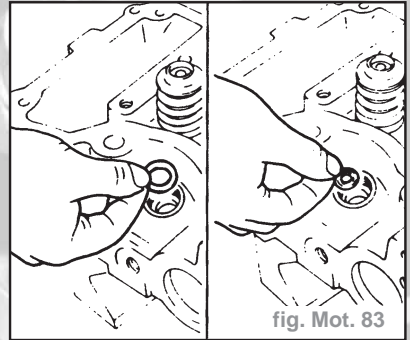

fig. Mot. 83
- Monter une autre bague d'étanchéité sur la douilles calorifuge et une rondelle ondulée dans la douille, côté bombé vers le haut (fig. Mot. 83).